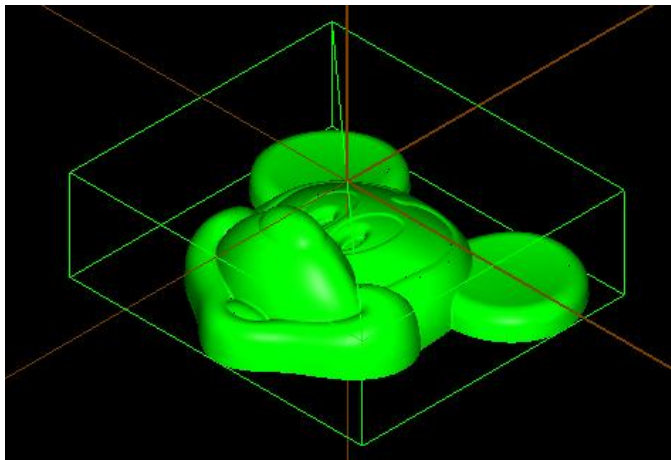

图 6-5 图形定位
2) 将构图面设定为“空间绘图”，以上表面对角两点画线，选择所有的图素，以两点之间移动的方式从该对角线的中点至原点平移，如图 6-5 所示。